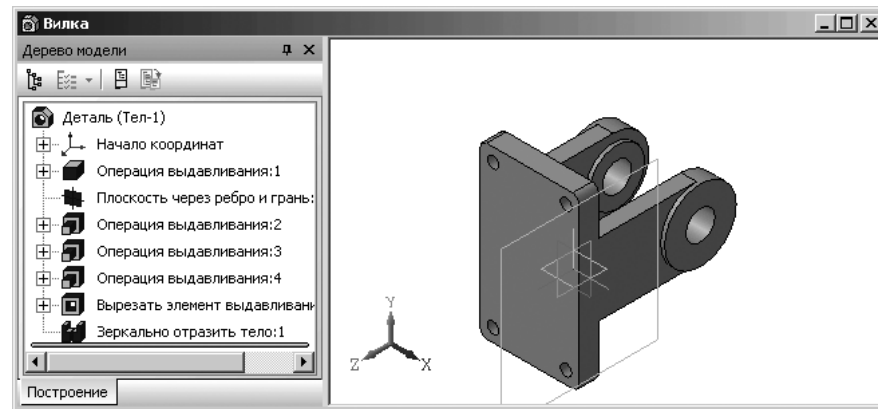

Рис. 3.72. Полутоновая модель вилки с ориентацией Изометрия XYZ
- щелкните на панели инструментов **Вид** по раскрывающемуся списку **Ориентация** для его раскрытия, а затем в раскрывшемся списке по пункту **Изометрия XYZ**. В этом случае модель вилки будет выглядеть так, как показана на рис. 3.72.